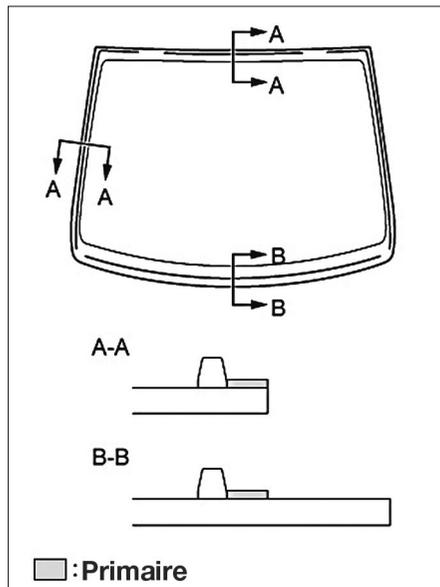

FIG. 149
• Appliquer de nouveau du primaire d'adhérence comme illustré (Fig.149).